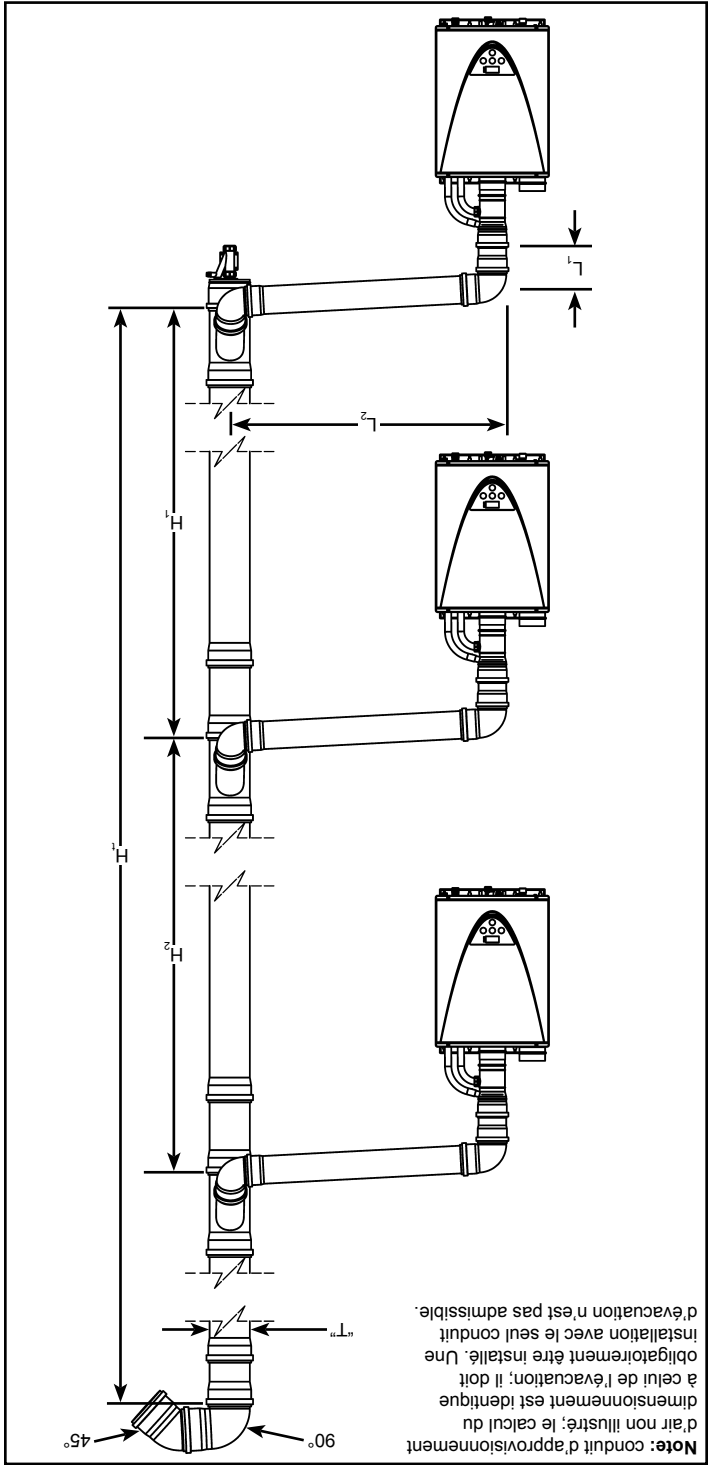
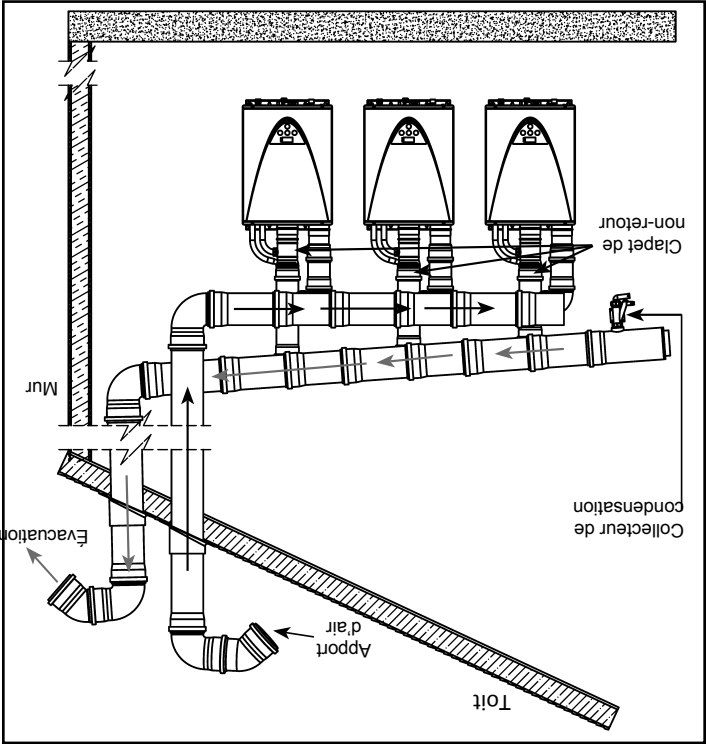

Figure 11. Dimensionnement des conduits
Figure 4. Installation typique, ventilation commune à travers le toit
Voici les autres exigences de dimensionnement à respecter (approvisionnement et évacuation) (voir Figure 11):
6. La terminaison à travers le toit des conduits d'évacuation et d'approvisionnement d'air doit se composer d'un coude à 90° suivi d'un coude à 45°, comme illustré dans Figure 4 à Figure 11. Il est possible d'utiliser deux coudes à 90° successifs. Installez une grille anti-vermine (quadrillé minimum de 3/4 po (19 mm)) dans chacune des terminaisons afin de bloquer l'entrée de tout corps étranger.